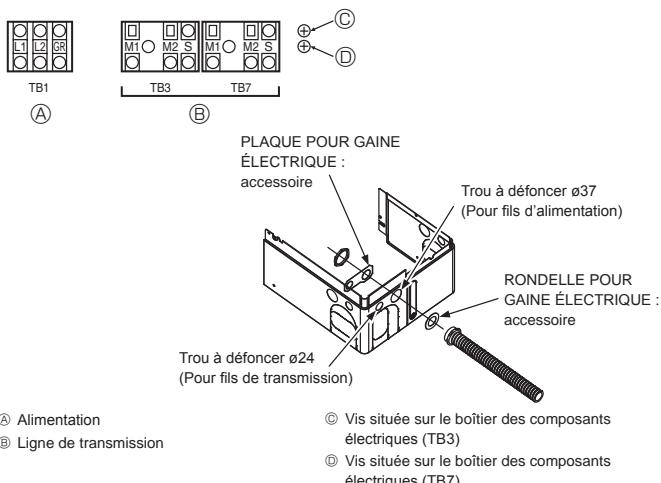

Fig. 6-1
6.2. Boîtier de commande et emplacement pour le raccordement des câbles (Fig. 6-1)
- Connectez les fils entre l'appareil extérieur et l'appareil intérieur ou raccordez le boîtier au bloc de sortie de transmission (TB3) de l'appareil extérieur. Connectez les fils entre l'appareil extérieur et le système de commande centralisé au bloc de sortie de transmission (TB7) de l'appareil extérieur. En cas d'utilisation de câblage blindé, raccordez la masse du câblage blindé à la borne blindée (S) du bornier (TB3) ou (TB7). Si la connexion du connecteur d'alimentation de transmission de l'appareil extérieur a été modifiée de CN41 à CN42, raccordez la borne blindée (S) du bornier (TB7) à la vis (◎) à l'aide du fil fourni.
* La borne blindée (S) du bloc de sortie de transmission (TB3) est connectée à la masse (◎) lorsque l'appareil quitte l'usine.